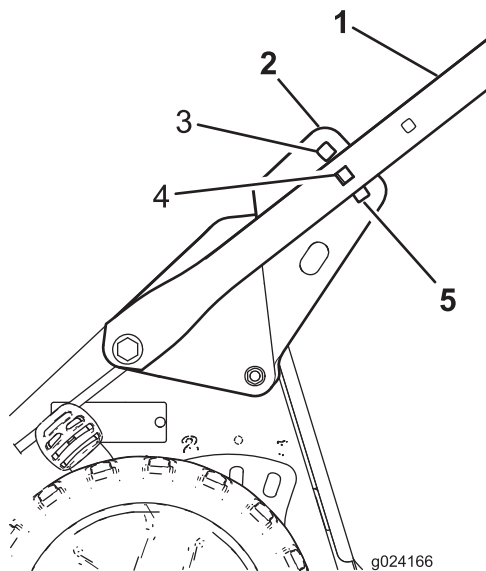

Bild 5
5. Stellen Sie sich hinter die Maschine in die Bedienposition, um die für Sie komfortabelste Bügelhöhe zu ermitteln (Bild 5).